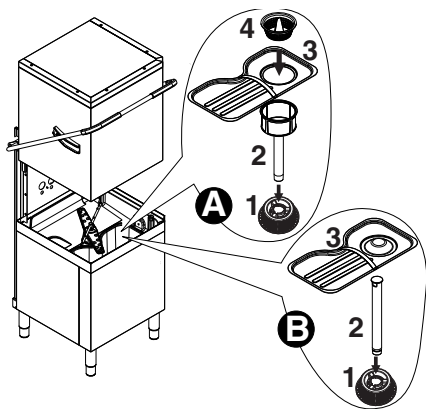

Figura 26 Filtros y tubo de sifón
- Versiones manuales sin sistema de filtrado auxiliar (FS) ("B" - Figura 26):**
- Versiones manuales con sistema de filtrado auxiliar (FS) ("A" - Figura 26):**